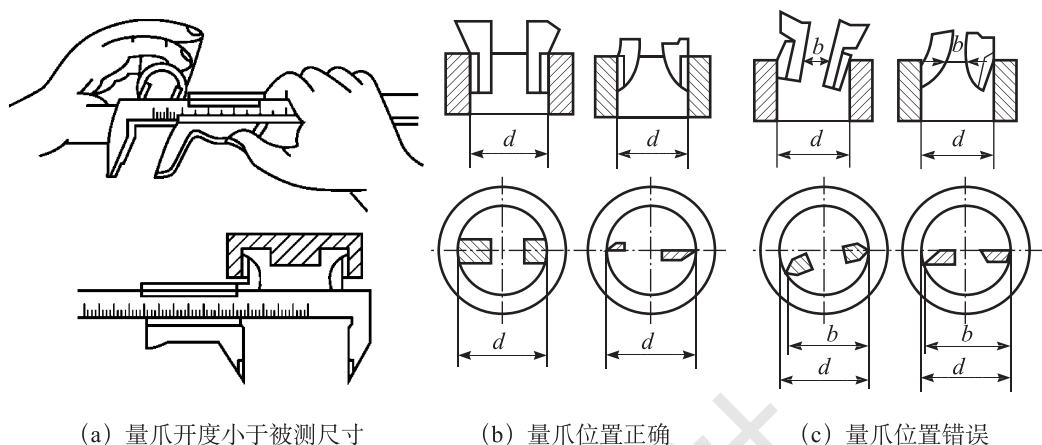
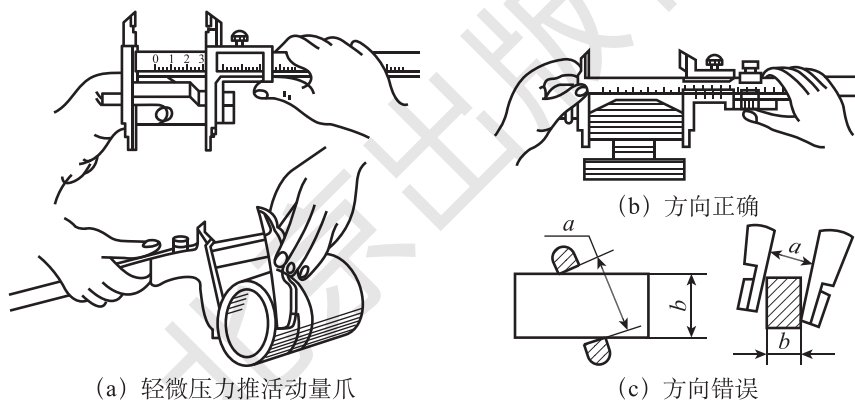

图 1-24 游标卡尺测量内尺寸的方法
图 1-25 游标卡尺测量外尺寸的方法
(1) 检查零线 使用前应首先检查量具是否在检定周期内，然后擦净卡尺，使量爪闭合，用眼睛观察应无明显光隙，检查尺身与游标的零线是否对正，如没对正说明零值不准确。若未对正，则在测量后应根据原始误差修正读数。
(2) 放正卡尺 测量内外圆直径时，尺身应垂直于轴线；测量内、外孔直径时，应使两量爪处于直径处，不能倾斜。如图 1-24、图 1-25 所示。
(3) 用力适当 测量时应使量爪逐渐与工件被测量表面靠近, 最后达到轻微接触, 不能把量爪用力抵紧工件, 以免变形和磨损, 影响测量精度。读数时为防止游标移动, 可锁紧游标; 视线应垂直于尺身。